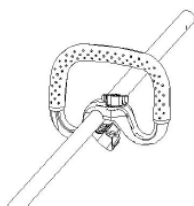

Fig.2
1. Empurre a pega para o tubo de transmissão, junte as partes superior e inferior, aperte a pega rodando o botão da pega no sentido dos ponteiros do relógio (Fig. 2 e 3).